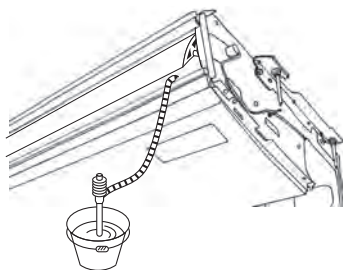

Fig. 5-3
2. Asegure el tapón del adaptador ⑥, que se suministra con la unidad, en el adaptador de la junta ⑤.
3. Conecte el tubo de drenaje (VP-20) al adaptador de junta ⑤ con cinta adhesiva plástica.
4. Enrosque el tapón ⑦ del tubo de drenaje suministrado con la unidad. (Tapando la junta)
- ① Depósito de drenaje
- ② Tubo de drenaje
- ③ Tapón del adaptador ⑥
- ④ Adaptador de junta ⑤
- ⑤ Tapón del tubo de drenaje ⑦
- ⑥ Tapón
- ⑦ Longitud de inserción 1-15/32 in. (37mm)
5. Comprobación de un drenaje correcto. (Fig. 5-3)